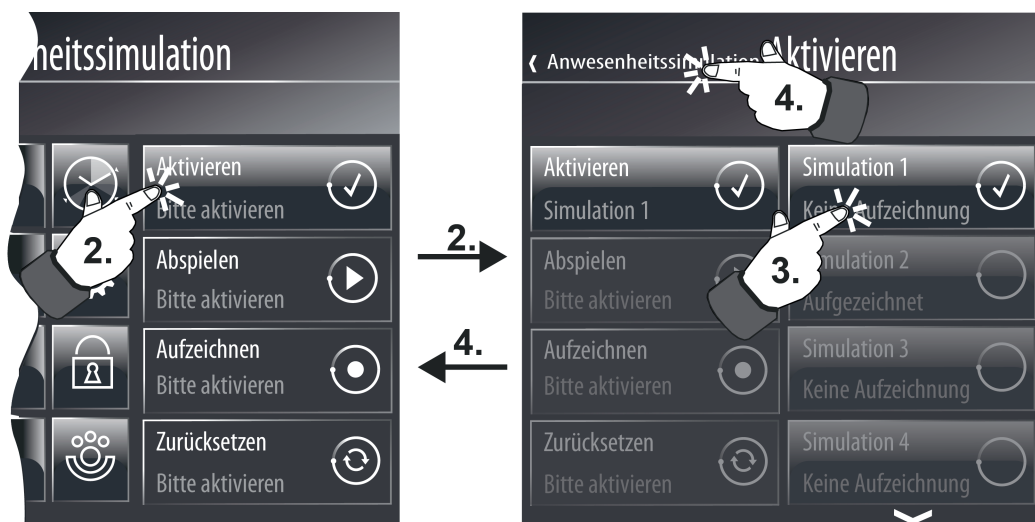

Bild 97: Beispiel einer Anzeigeseite zur Aktivierung einer Simulation (rechts)
Bevor die Anwesenheitssimulation verwendet werden kann, muss zunächst eine Simulationen aktiviert werden. Die Anwesenheitssimulation des Gerätes unterscheidet bis zu 8 verschiedene Simulationen. Dadurch kann der Anwender die Funktionsweise bedarfsgerecht auswählen und an bestimmte Ereignisse anpassen (z. B. "Simulation Urlaub", "Simulation Kurzabwesenheit", "Werkstatt Wochenende"). Das Aktivieren einer Simulation ist möglich, wenn die Bedienfläche (A) gedrückt wird (2.). Das Display zeigt danach eine Liste der verfügbaren und der noch nicht verwendeten Simulationen an (Bild 97). Durch kurzes Drücken der Bedienfläche einer Simulation in der Liste erfolgt die Auswahl und Aktivierung (3.).